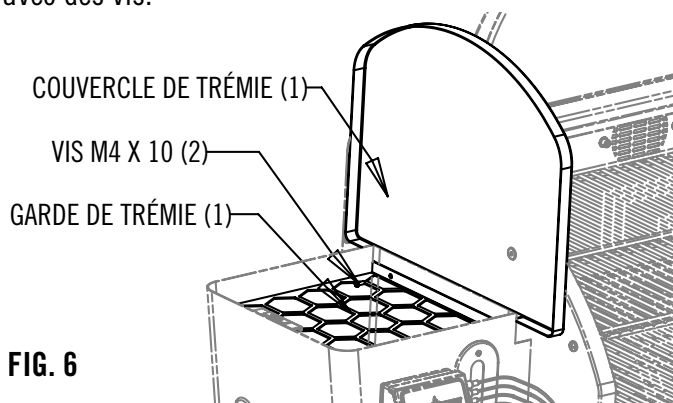

FIG. 6
1. Monter la grille et le couvercle comme indiqué à la Fig. 6.